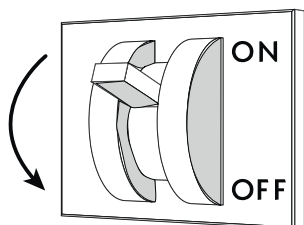

Fig. 58
- Togliere la tensione elettrica al banco tramite l'interruttore sezionatore generale a parete ("Fig. 58").